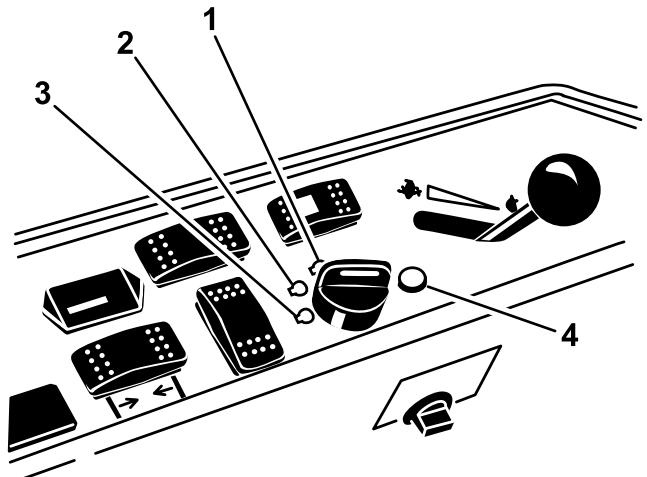

Figura 18
6. Girate la chiave in senso orario, in posizione di FUNZIONAMENTO (**Figura 18**).
3. Girate la chiave in posizione di SPEGNIMENTO (**Figura 18**). Attendete che tutte le parti in movimento si siano fermate, prima di lasciare il posto di guida.